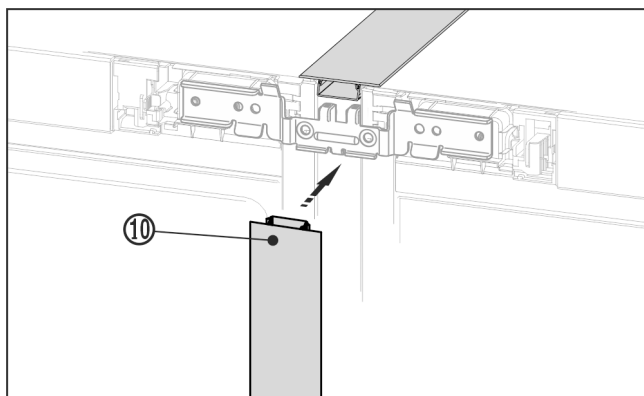

Fig. 23
- Priekšpusē iespiediet garo seglīsti Fig. 23 (10) vertikālajā gropē. Uzmaniet, lai līste atrastos uz savienojuma metāla plāksnes.